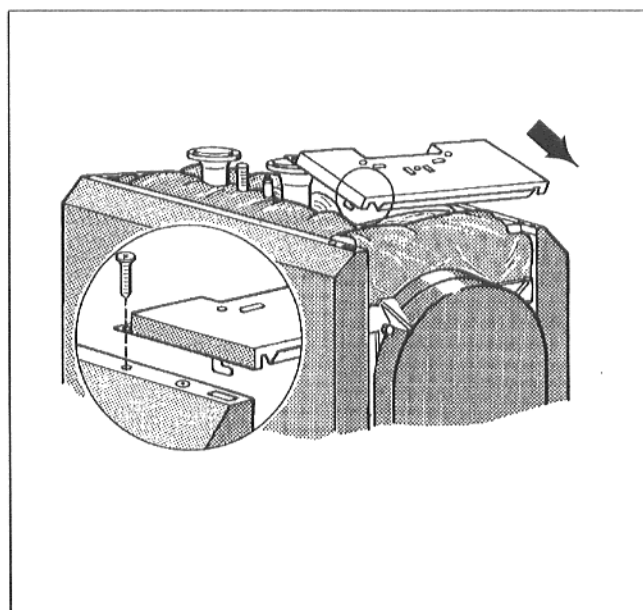

Рис. 15 – Принципиальное изображение
- Установить переднюю часть кожуха котла сверху на окантовку боковых стенок и подать вперед, чтобы произошла фиксация обоих крюков справа и слева (Рис. 15). Привинтить переднюю часть кожуха справа и слева 2 самонарезными винтами (Рис. 15).